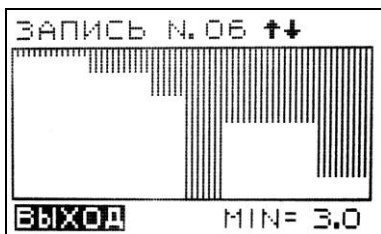

Рис. 21
8.4.5 Для просмотра записанных графиков В-SCAN в меню "В-SCAN" установить курсор клавишами "Стрелка вверх" и "Стрелка вниз" на надписи "ПРОСМОТР" и нажать клавишу "Ввод" (Рис. 21):